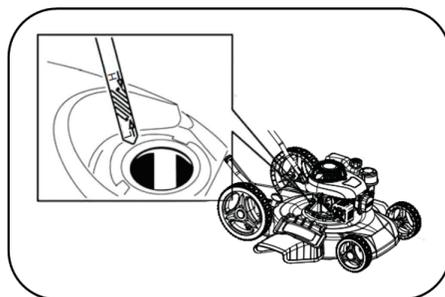

Рис. 6
2. Откройте крышку маслоналивной горловины и извлеките масляный щуп (рис. 6).